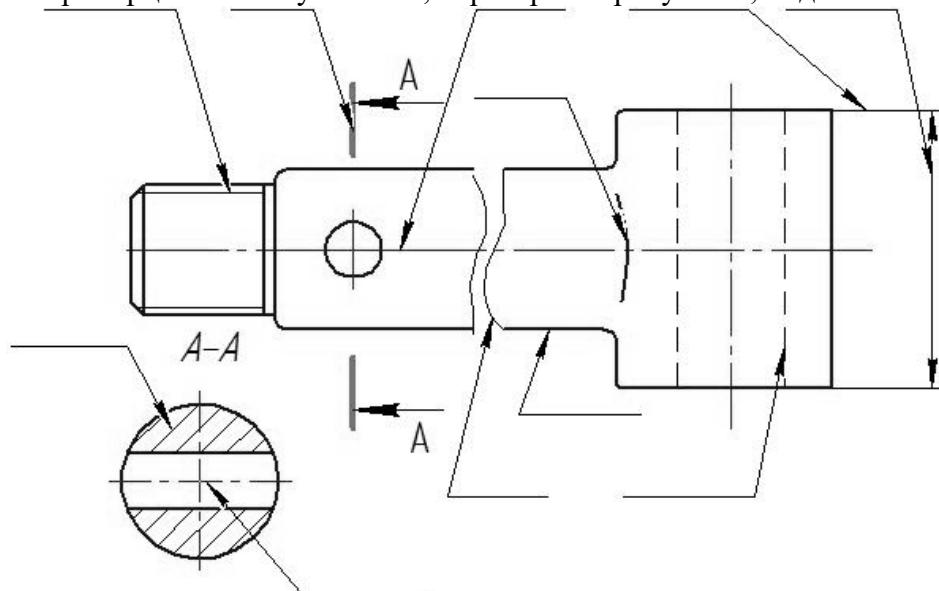

Рисунок 3
- Пропорционально увеличив, перечертить рисунок 3, подписать название линий